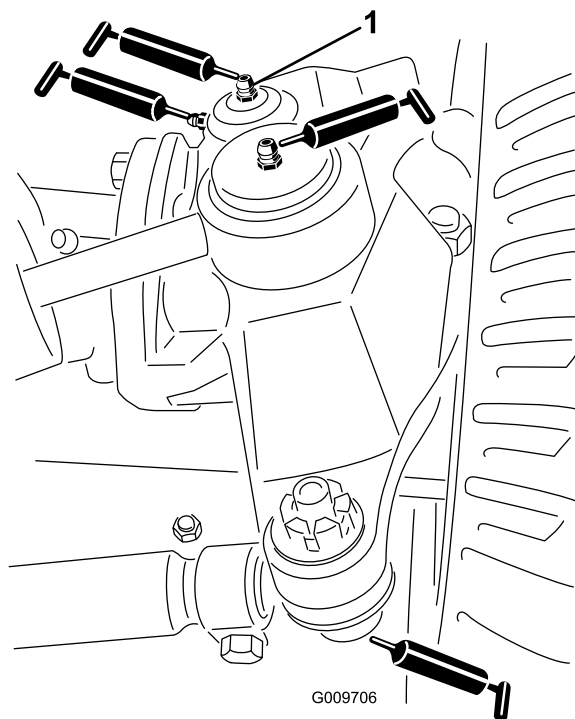

Figura 34
- Articulaciones esféricas de cilindro de dirección (2) tal y como se muestra en la Figura 34
- Articulaciones esféricas de biela (2) tal y como se muestra en la Figura 34
- Casquillos de pivote de dirección (2) tal y como se muestra en la Figura 34